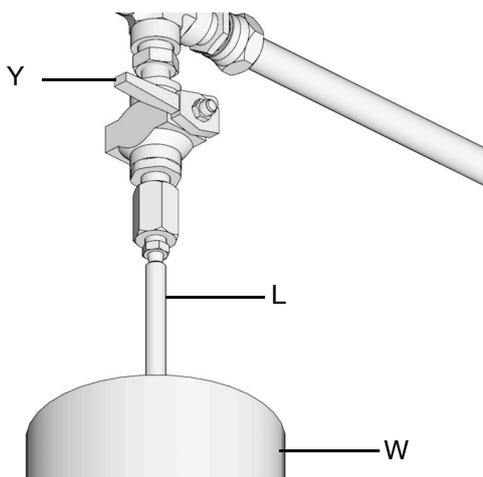

FIG. 25:
- a. Per scaricare la pressione fra la pompa di riempimento (F) e il dispositivo di arresto del riempimento automatico (B), aprire la valvola di scarico della pressione sul tubo flessibile di alimentazione (Y) (FIG. 25). La pressione viene scaricata e il fluido in eccesso viene drenato attraverso il tubo di scarico (L) nel contenitore di troppo pieno di lubrificazione (W).